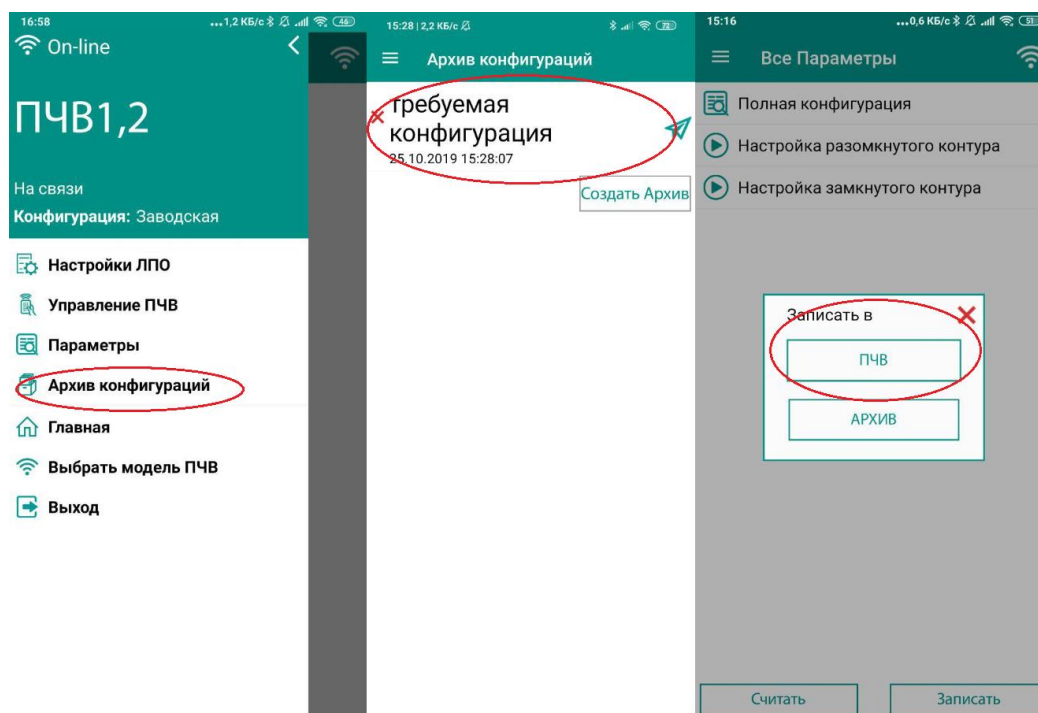

Рисунок 6. Загрузка конфигурации в ПЧВ.
7. Загрузить конфигурацию в ПЧВ (Рис. 6). Для этого требуется открыть меню и зайти в отдел “Архив конфигураций”. Далее, необходимо выбрать требуемую конфигурацию и после этого записать её в ПЧВ.